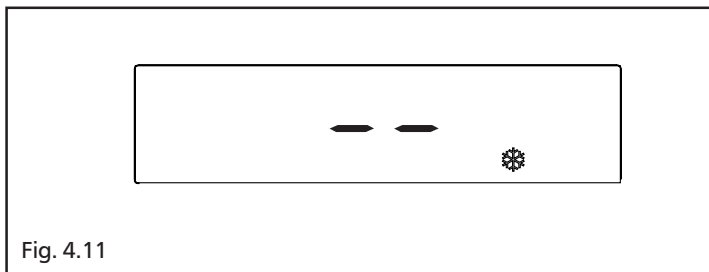

Fig. 4.11
- Antigelo (fig. 4.11): quando la temperatura dell'acqua di caldaia scende al di sotto dei valori di sicurezza si attiva il circolatore e il bruciatore alla minima potenza per riportare la temperatura dell'acqua a valori di sicurezza (35 °C). Sul display si illumina il simbolo .